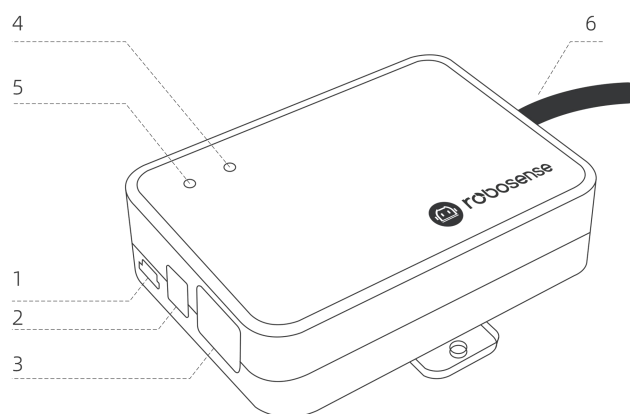

图 11 接口盒示意图
Helios 32 附件接口盒具有工作状态指示灯及各类的接口，如图 11 所示，可接驳电源输入、RJ45 网口及 GPS 输入线（航插版接口盒线长为 3 m，有其它线长需求请联系 Robosense）。
- c) 通电后，正常工作情况下，激光雷达的接口盒的红色和绿色电源指示灯会常亮，指示灯位置详情参见图 11。